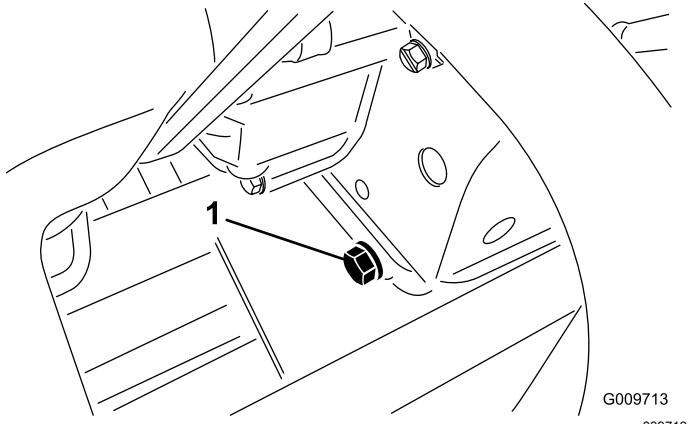

Figura 74
- Retire o tampão de escoamento (Figura 74) e deixe o óleo escorrer para um recipiente adequado.